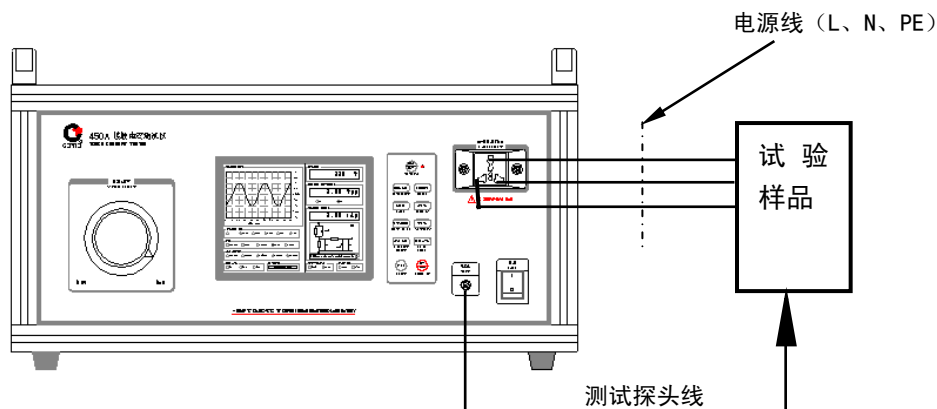

图 17 测试连接示意图
6. 2. 3 按图 17 测试连接示意图连接试验样品。(注意: 一定要确认试验样品的功率必须小于 1000VA, 否则仪器容易损坏, 并且测量数据不准!)